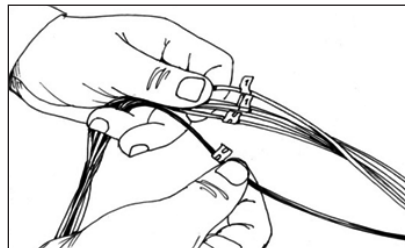

Рисунок 9
- 12** Выложить запас ОМ на основании корпуса кросса. Отметить маркером (темного цвета) на ОМ места их обреза и крепления на кассете (ввод на кассету со стороны, противоположной вводу кабеля в корпус кросса; с учетом запаса ОВ на кассете не менее 1200 мм). Выполнить маркировку ОМ самоклеющимися маркерами на расстоянии 50-60 мм от нанесенных меток обреза ОМ в сторону кабеля (рисунок 9).